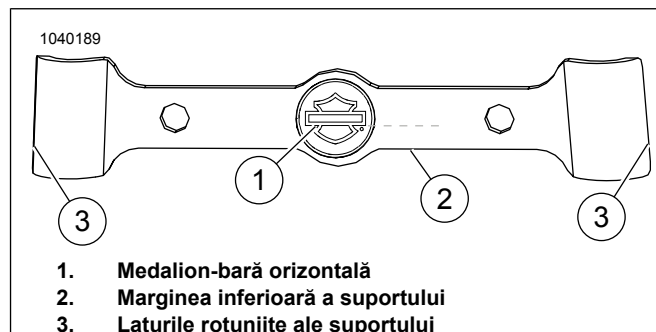
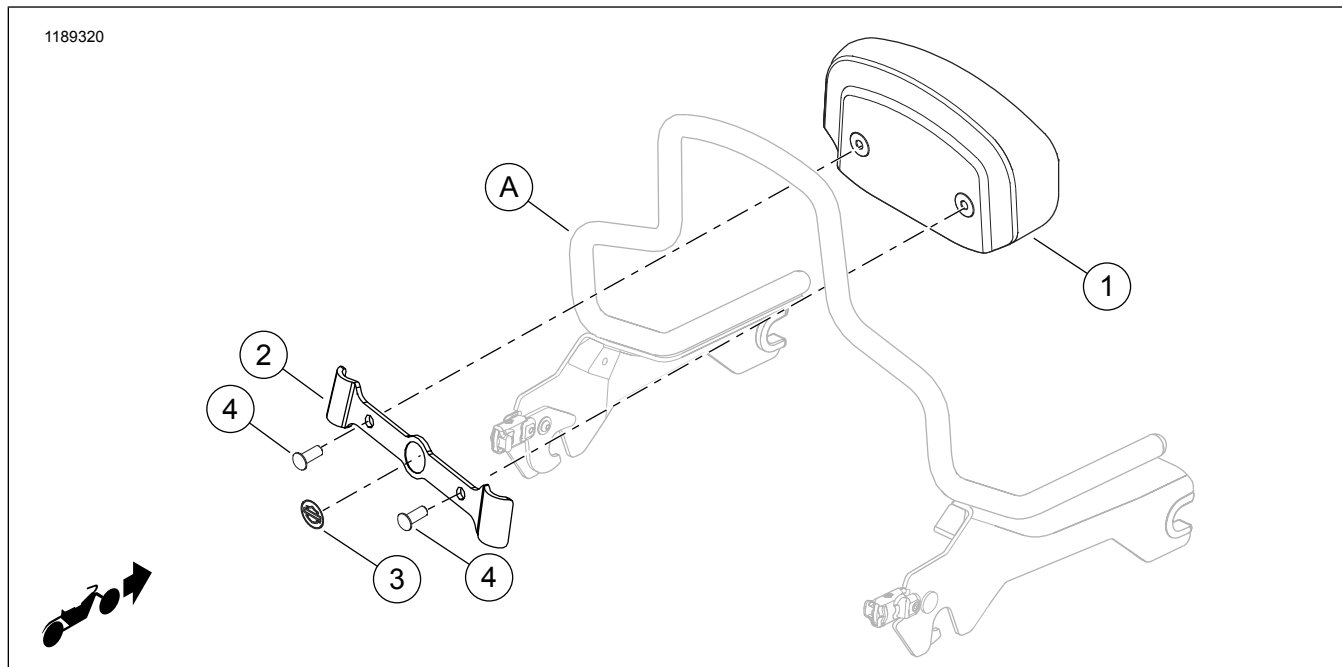

Figura 2. Alinierea medalionului
Figura 3. Componente de service: Kituri pernă spătar compact Softail
Consultați Figura 3 și Tabelul 1.
Consultați Figura 2. Părțile laterale ale suportului (3) nu sunt simetrice. Lățimea în partea de sus este mai îngustă decât lățimea din partea de jos.
Consultați Figura 2. Aliniați bara orizontală (1) de pe medalion cu marginea inferioară (2) a suportului. Acestea două trebuie să fie paralele.
1. Consultați Figura 3. Dacă este necesar, tăiați garnitura de plastic pentru ploaie din cele două găuri de șurub pretăiate în perna pentru spate (1) pentru a evita ca plasticul să se prindă în filete.
3. Îndepărtați suportul adeziv de pe lateralele din stânga și din dreapta suportului (3).
- Consultați Figura 2. Părțile laterale ale suportului (3) nu sunt simetrice. Lățimea în partea de sus este mai îngustă decât lățimea din partea de jos.
- Utilizați un amestec de 50:50 alcool izopropilic și apă pentru a curăța bine suprafața barei de susținere în poziție verticală (A) înainte de a instala suportul (2). Lăsați să se usuce complet. Instalați la temperatura camerei. 10–32 °C (50–90 °F)
5. Poziționați și apăsați ferm suportul (2) pe bara de susținere.
6. Consultați Figura 3 . Introduceți un șurub (4) din kit prin suport (2) și înșurubați-l cu grijă de 4 - 5 ori în orificiul corespunzător din perna pentru spate. Repetați acțiunea cu celălalt șurub. **NU strângeți complet un șurub până când ambele șuruburi nu sunt puțin înfiletate.**